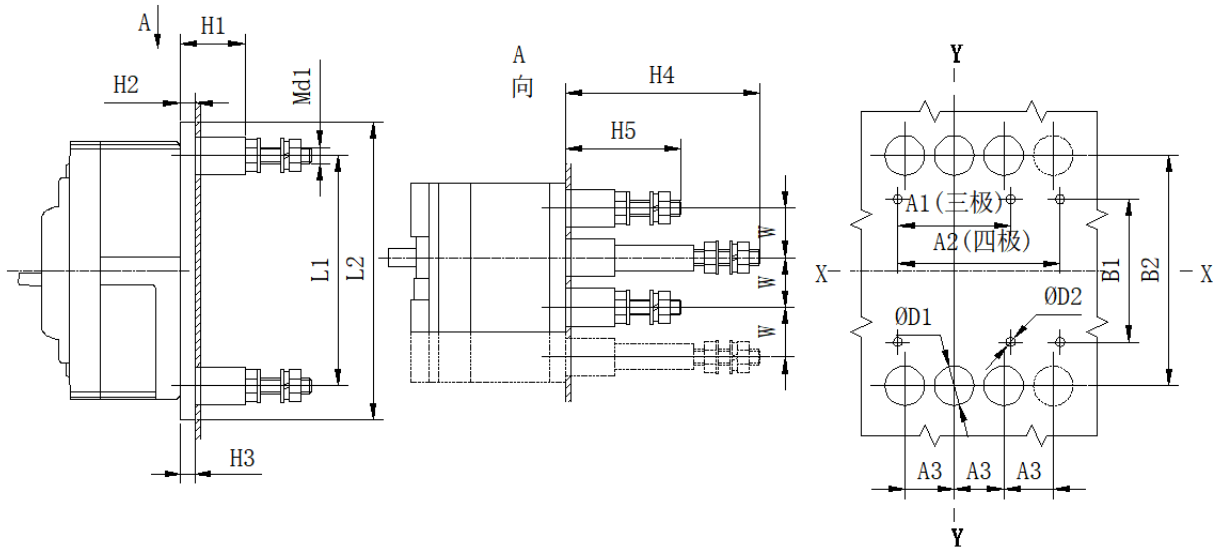

图 3
3.2 HSM6E-100、250 板后接线外形及安装、开孔尺寸见图 3、表 7